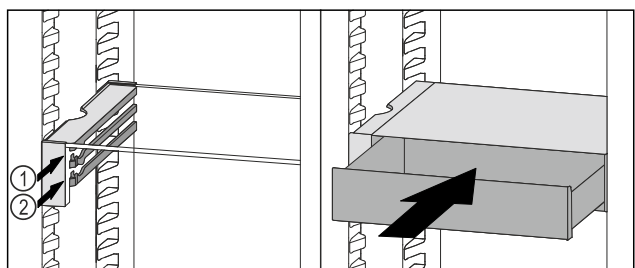

Fig. 207
- ▶ 将 VarioSafe 抽屉放置在所需肋梁 Fig. 207 (1) 或 Fig. 207 (2) 上的止动器后面。